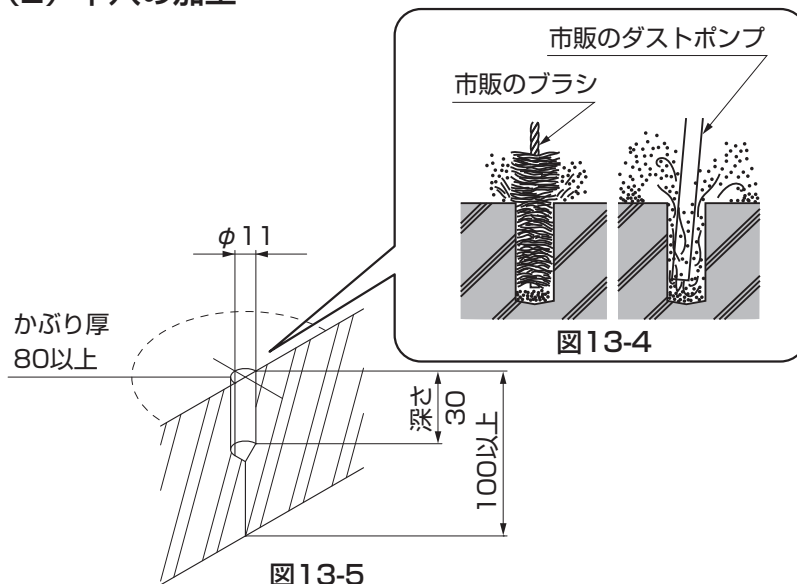

図13-5
①引戸本体を取外し、φ11のドリルで基礎部に必要な深さの穴をあけてください。(図13-5参照)